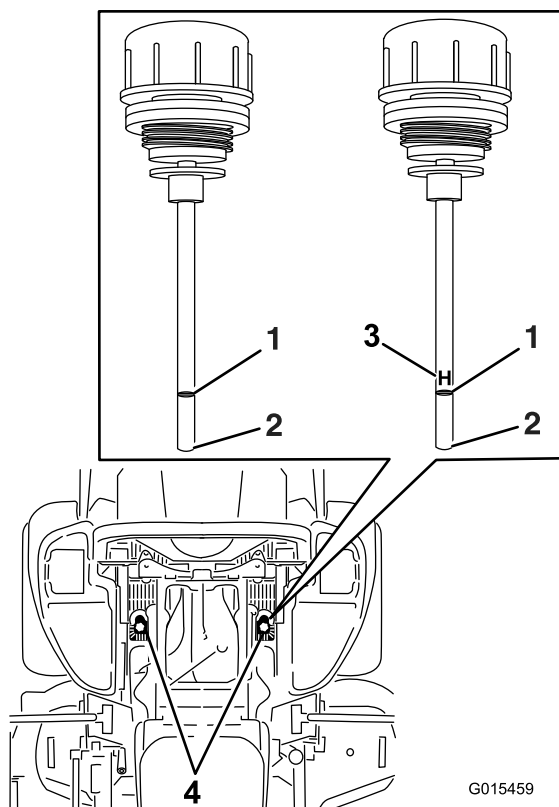

Figure 83
5. Nettoyez la surface autour des jauges des réservoirs du système hydraulique (Figure 83).
6. Sortez une jauge du réservoir hydraulique (Figure 83).
8. Ressortez la jauge et examinez l'extrémité (Figure 83).